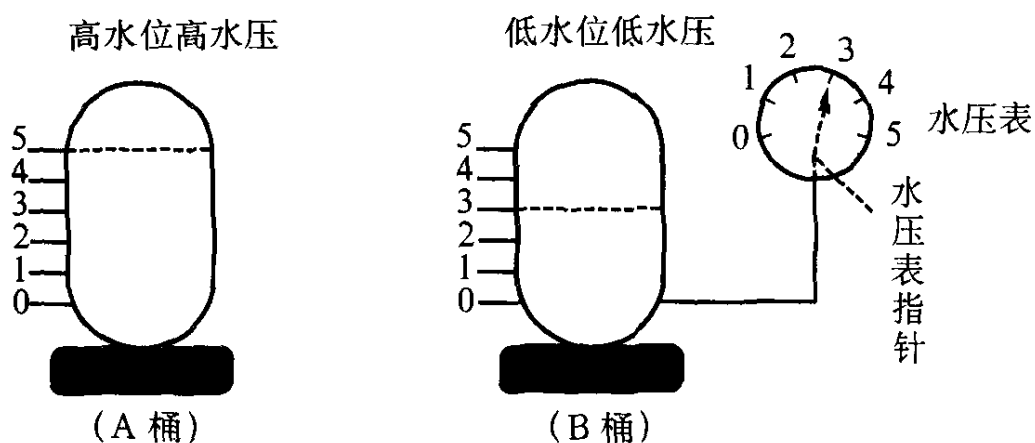

图 1-2
- (1) 水压：即水的压力。以物理作用来说，水是有密度的。比方说：我们准备两个水槽或水桶，左边的称为 A 桶，右边的称为 B 桶，接着我们在 A 桶与 B 桶各作一个相同的刻度，代表水在桶内的位置，简称“水位”，如图 1-2 所示。
从图 1-2 来看，A 桶水的位置在第“5”的刻度，也就是它的水位，而 B 桶水的位置是在第“3”的刻度，水位比较低。A 水桶水位高而 B 水桶水位低， $5-3=2$ ，这就是水位差。在高水位，因密度关系，所以水的压力比较高。而在低水位，则水压比较低。因此水位差即水压差。水位如果越高，代表水压也高，以此缘故，高水压的 A 桶可以将水送到较远的水龙头处。所以一般工厂或大楼把水塔架得很高或水箱架于楼顶的最主要的原因，就是为了升高水压。
要想知道我们使用的水管或水塔里面有多大压力，可以在水管、水槽、水塔接一支小水管，然后组装一组“水压表”，那就随时可知道还有多少水压或水位。如图 1-2 中 B 桶所示。